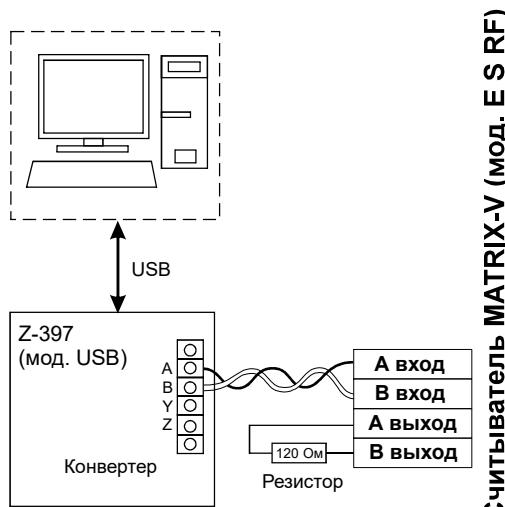
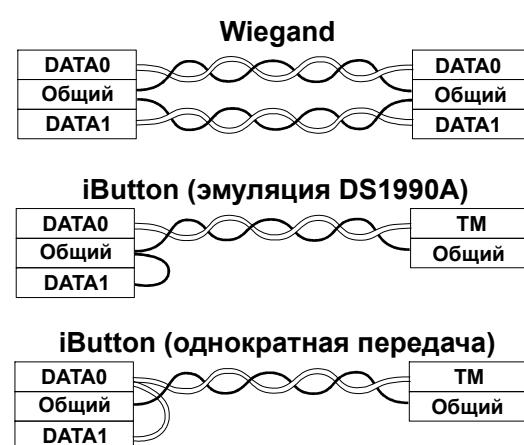

Рис.4 Схема подключения по RS-485
Рис.3 Выбор протокола передачи
- при подключении по Weigand-26 первая витая пара подключается между GND и DATA0, а вторая витая пара подключается между GND и DATA1 (Рис.3);
- при подключении по RS-485 один провод витой пары подключается на A, второй на B (Рис.4).
Считанный номер идентификатора передаётся на выходы DATA1 и DATA0 по протоколам iButton или Wiegand-26 в зависимости от выбора протокола передачи (рис.3), а также на "A вход" и "B вход" по интерфейсу RS-485 (рис.4).